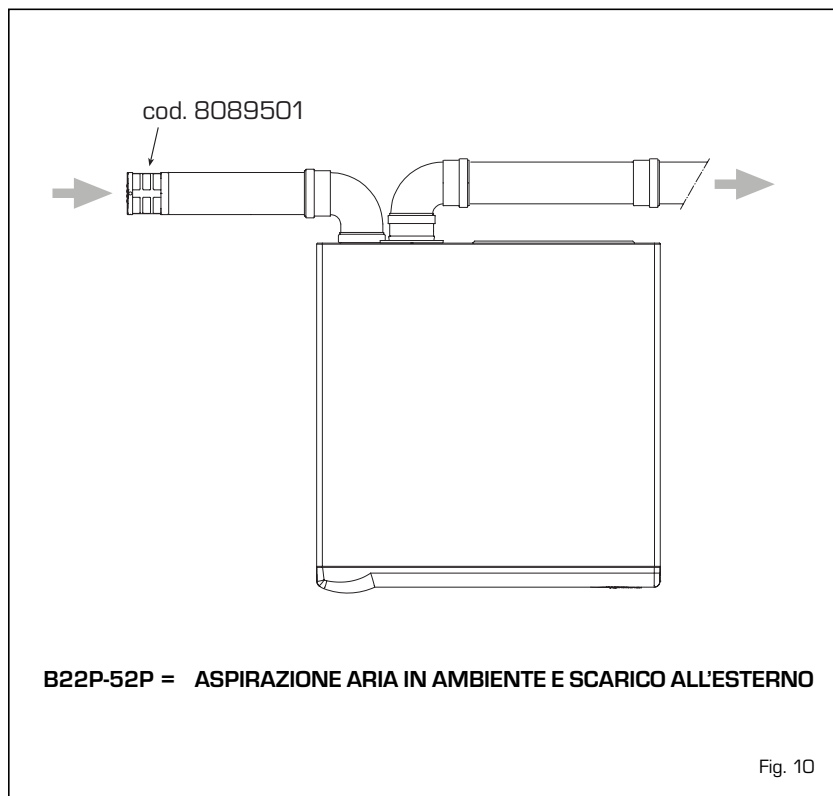

Fig. 10
2.9 SCARICO FORZATO TIPO B22P-52P (fig. 10)